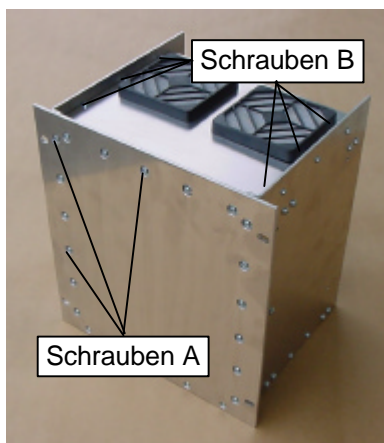

Abbildung 19: Unterseite und Rückwand des breiten OMR500
1. Lösen Sie die Schrauben an der Geräterückseite, mit denen die Rückwand befestigt ist (siehe Abbildung 19: drei der Schrauben A sind gekennzeichnet). Nehmen Sie die Rückwand ab.
2. Lösen Sie die Schrauben an der Geräteunterseite, mit denen die auszutauschende Lüfterbaugruppe befestigt ist (siehe Abbildung 19: Schrauben B). Nehmen Sie die Lüfterbaugruppe ab.